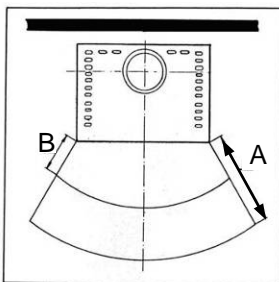

Bild 8
Im Sichtbereich (Strahlungsbereich) des Feuers muss zu brennbaren Bauteilen, Möbel oder auch z.B. zu Dekostoffen ein Abstand von mindestens **80 cm (A)**, gemessen ab Vorderkante Feuerraumöffnung eingehalten werden. Der Sicherheitsabstand reduziert sich auf **40 cm (B)**, wenn ein belüfteter Strahlungsschutz vor das zu schützende Bauteil montiert wird (Bild 8)